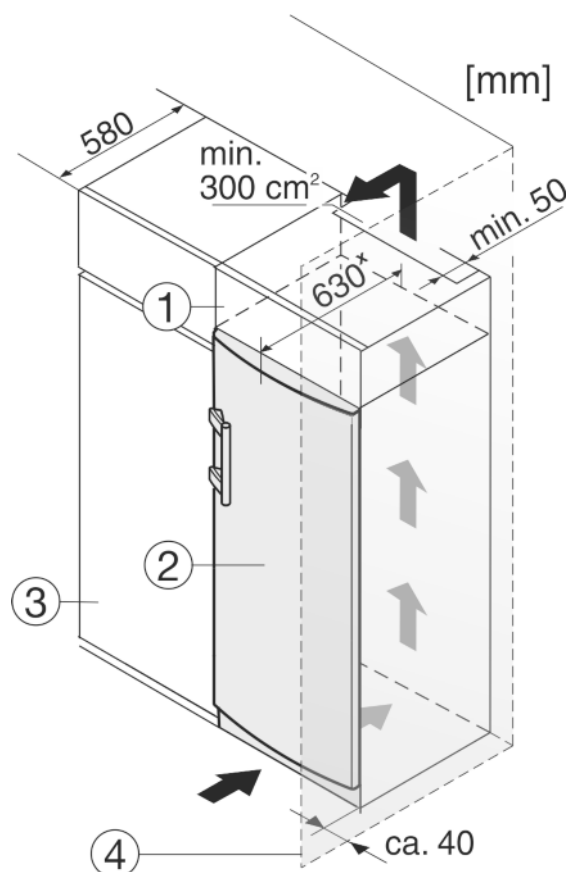

Fig. 8
Zařízení lze zabudovat do vybavení kuchyně. K vyrovnání přístroje Fig. 8 (2) na výšku kuchyňské linky lze na přístroj nasadit odpovídající nástavec Fig. 8 (1).
Při montáži do kuchyňských skříní (hloubka max. 580 mm) lze přístroj instalovat hned vedle kuchyňské skříně Fig. 8 (3). Přístroj přesahuje přední stěnu kuchyňské skříně na stranách o 34 mm\* a uprostřed o 50 mm\*.
Když se přístroj instaluje závěsy vedle stěny Fig. 8 (4), musí být vzdálenost přístroje od stěny alespoň 40 mm. To odpovídá přesahu madla při otevřených dvířkách.